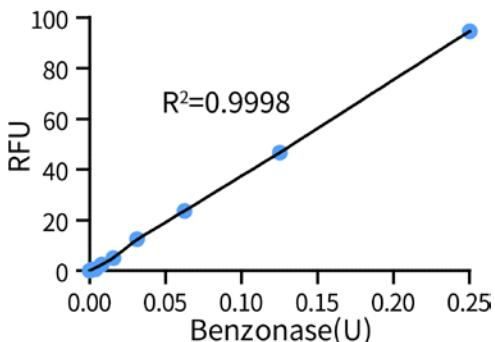

图2. 碧云天Benzonase核酸酶残留检测试剂盒对Benzonase标准品的检测效果。本试剂盒检测不同剂量Benzonase标准品(Standard)的荧光值，测定时间为10分钟。实际检测数据会因实验条件、检测仪器等的不同而存在差异，图中数据仅供参考。
- 本试剂盒检测灵敏度高，样品用量少。本试剂盒中提供了Benzonase作为标准品，便于检测体系的建立。同时对Benzonase底物探针进行了优化，灵敏度高，可以检测到低达约0.002U(约0.003ng)的Benzonase，按照检测体系计算，样品中的Benzonase浓度约为0.0002U/ μ l或0.3pg/ μ l，检测灵敏度高于常规同类产品。本试剂盒用于Benzonase标准品的检测结果参考图2。